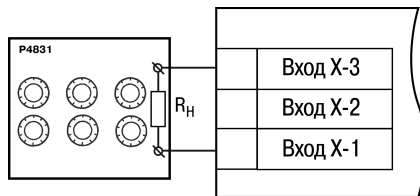

Рисунок 8.1
1. Подключить к прибору магазин сопротивлений типа P4831 или подобный ему с классом точности не ниже 0,05 по трехпроводной линии (рисунок 8.1). Сопротивления проводов в линии должны быть равны друг другу и каждое не должно превышать величины 15 Ом.